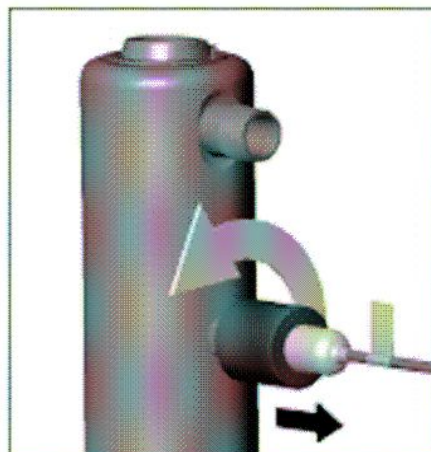

图 6.
3. センサーをリアクター横にあるセンサーポートから取り外してください。（図6参照）